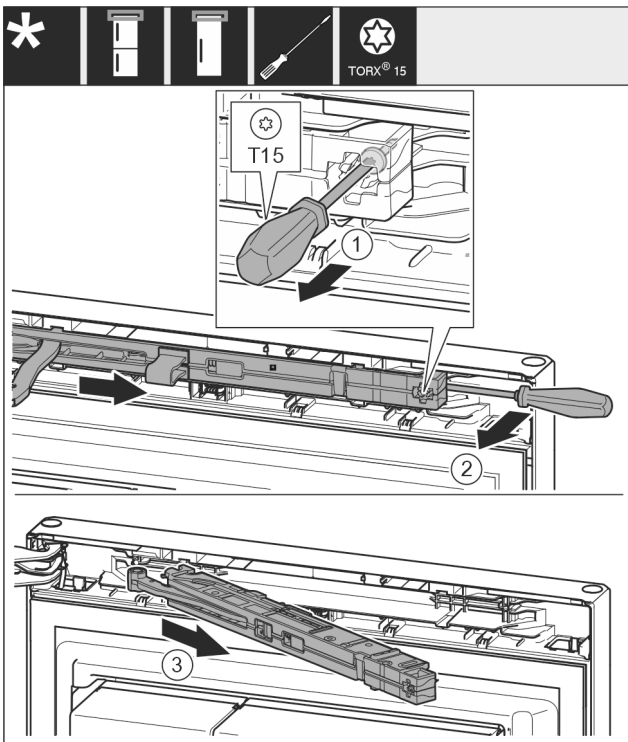

Fig. 11
- Desserrer la vis Fig. 11 (1) de l'unité d'amortissement de fermeture au moyen d'un tournevis 14 mm (9/16 in).
- Décrocher l'unité d'amortissement de fermeture Fig. 11 (2) côté poignée vers l'avant avec un tournevis.
- Retirer l'unité d'amortissement de fermeture Fig. 11 (3).